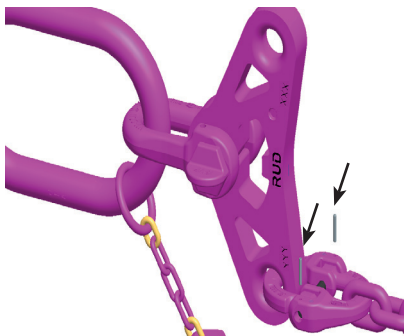

Abb. 15: Sichern des Verbindungsbolzens mittels Spannstift
6. Sichern Sie das montierte Verbindungsschloss wie folgt (Abb. 15):